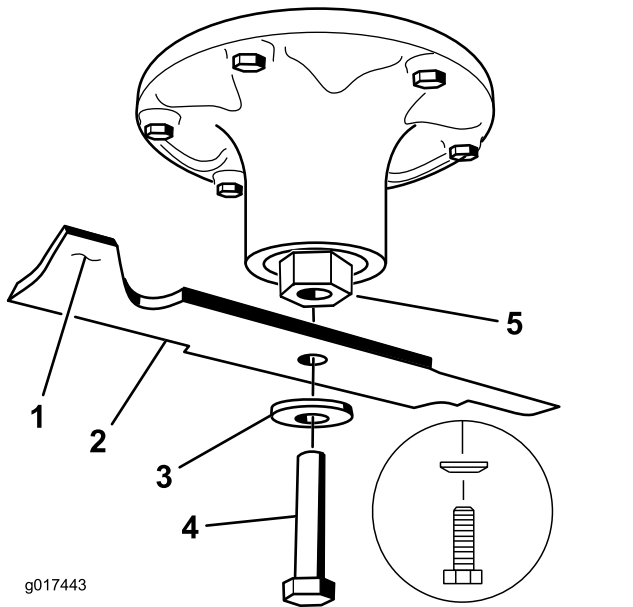

Figura 115
2. Retire del eje el perno de las cuchillas izquierda y central, la arandela curva y la cuchilla (Figura 115).
1. Instale las cuchillas izquierda y central, las arandelas curvas y los pernos de las cuchillas en los ejes (**Figura 115** y **Figura 116**).
Nota: Asegúrese de que el cono de la arandela curva esté orientado hacia la cabeza del perno (**Figura 115**).
2. Instale la cuchilla derecha, la arandela curva y el perno de la cuchilla (perno con rosca a izquierdas) en el eje (**Figura 115** y **Figura 116**).